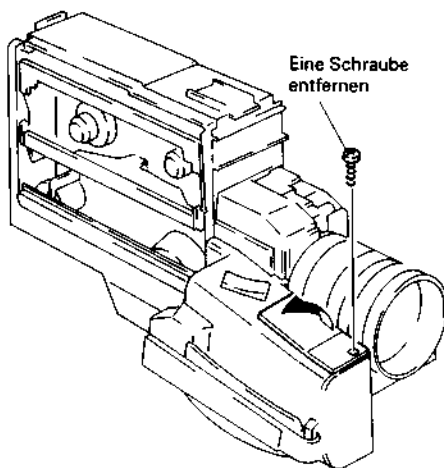

Abb. 2.6 Ausbau der Griffabdeckung
Ausbau der Griffabdeckung (Abb. 2.6)
6. Die Griffabdeckung entfernen (siehe Abb. 2.6).